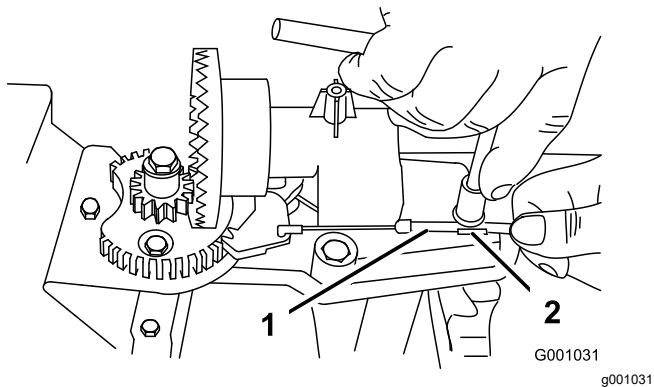
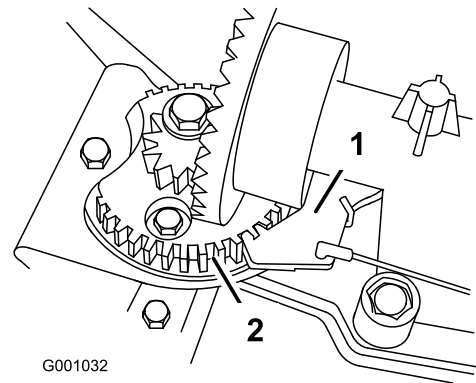

Figure 40
Figure 41
2. Desserrez le boulon du serre-câble (Figure 40).
3. Saisissez la gaine du câble et déplacez-la vers l'avant de la machine jusqu'à ce que le cliquet de verrouillage de la goulotte s'engage complètement dans les dents du secteur (Figure 40 et Figure 41).
Remarque: Le cliquet est rappelé par ressort et s'engage naturellement dans les dents du secteur (Figure 41).